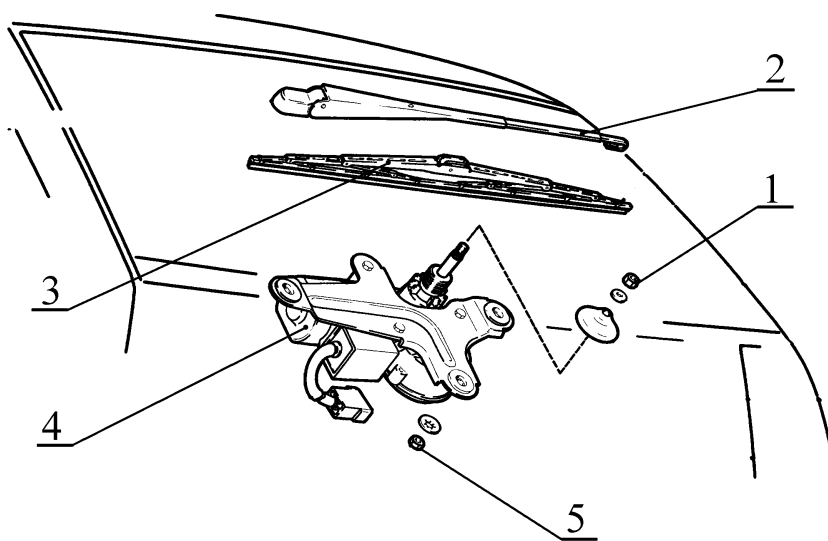

Рис. 5. Стеклоочиститель двери задка а/м ВАЗ-2112.
4.1 Отвернуть гайку 1, рис.5, снять рычаг 2 стеклоочистителя со щеткой 3 в сборе (головка сменная 10, ключ-трещотка).
4.6 Отвернуть три гайки 5, рис. 5, снять моторедуктор 4 очистителя стекла двери задка (ключ торцовый 10).